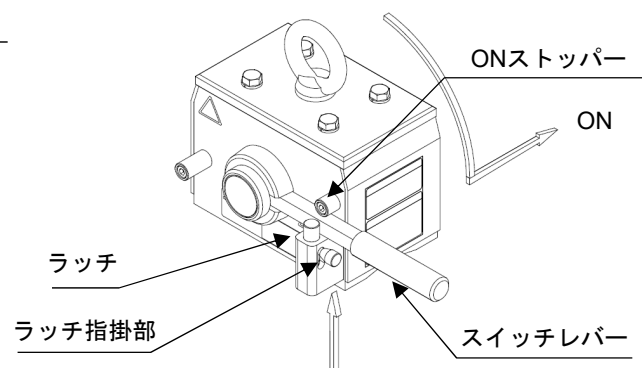

図10-2 KRD30、KRD50、KRD80、KRD100、KRD160
- ⑤-2 KRD30、KRD50、KRD80、KRD100、KRD160 図10-2